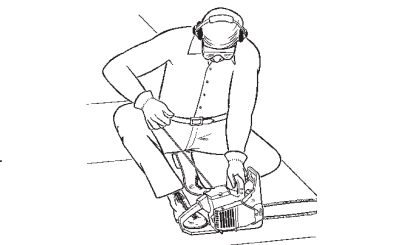

Fig. 9
- Ne pas toucher la gâchette de la manette des gaz.** Placez l'appareil sur une surface ferme et plane. Placez-vous en position de démarrage et tenez l'appareil fermement, tel qu'indiqué (Fig. 9). Tenez la poignée avant de la main gauche et mettez le pied droit dans la boucle.